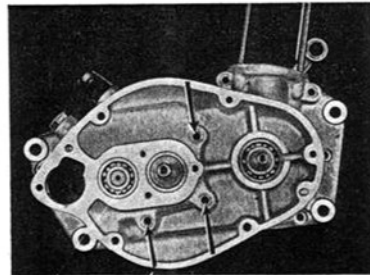

Bild 13. Die beiden Gehäusehälften werden durch 8 Schrauben zusammengehalten. Die durch Pfeil markierten Schrauben nicht übersehen, wenn Fettreste im Gehäuse!
24. Gehäuse-schrauben lösen (8 Stück, s. Bild 13).